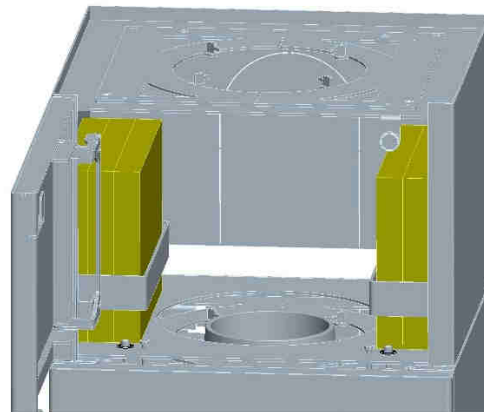

Abb. 8: Speichersteine einsetzen
4. Die 6 beiliegenden Speichersteine, wie in Abb. 8 dargestellt, einsetzen.